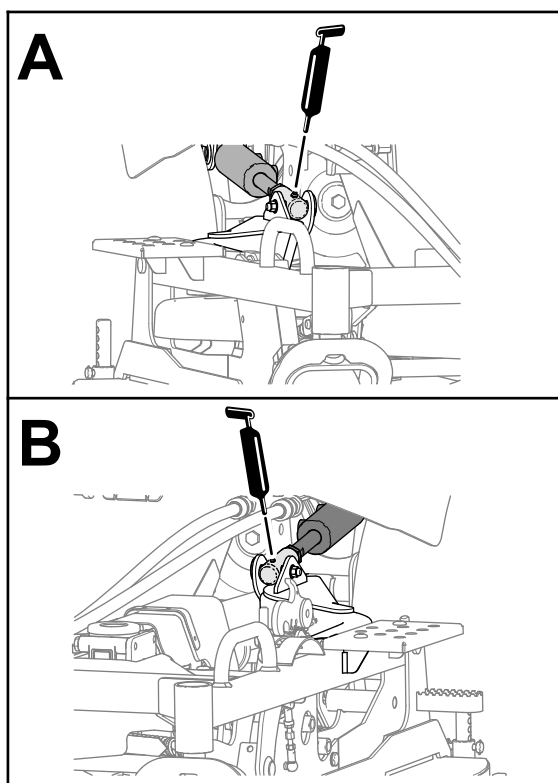

Figure 44
- Graisseurs de tige sur les vérins de levage du plateau (Figure 44).